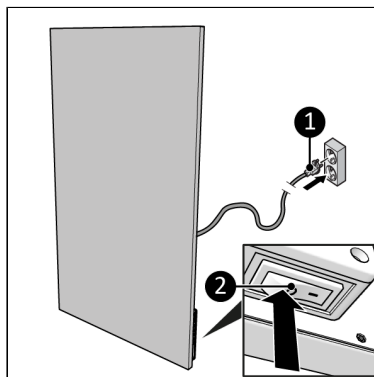

Figure 87.
2. Sørg for, at ON/OFF-kontakten er i OFF-position (Figure 87, pos. 2).
3. Sæt strømstikket (Figure 87, pos. 1) i en stikkontakt med jordforbindelse, der er let tilgængelig. Brug en jordnet stikkontakt med en minimal effekt på 1000 watt.